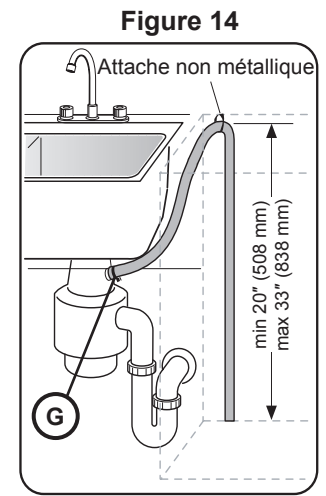

Figure 14
- 2 Directement sur le raccordement de vidange de lave-vaisselle d'un broyeur de déchets, comme l'indique la **Figure 14**